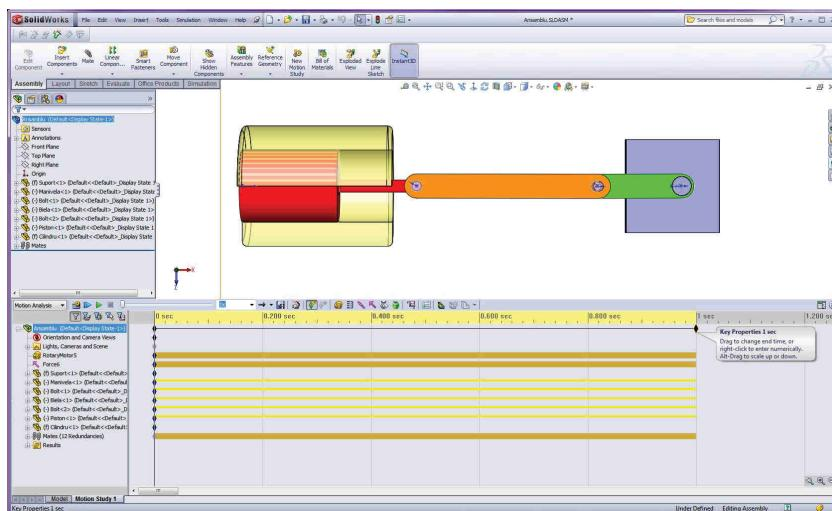

Fig. 17.37
- Studiul poate fi accesat din zona **Motion Study** din zona inferioară a ferestrei SolidWorks, fig. 17.37.
- A motion study can be accessed from a **Motion Study** tab at the lower portion of the graphics area, fig. 17.37.
- Poziționare mecanism ca în fig. 17.37.
To specify the initial position and the study's time, fig. 17.37:
- Position the mechanism like fig. 17.37.